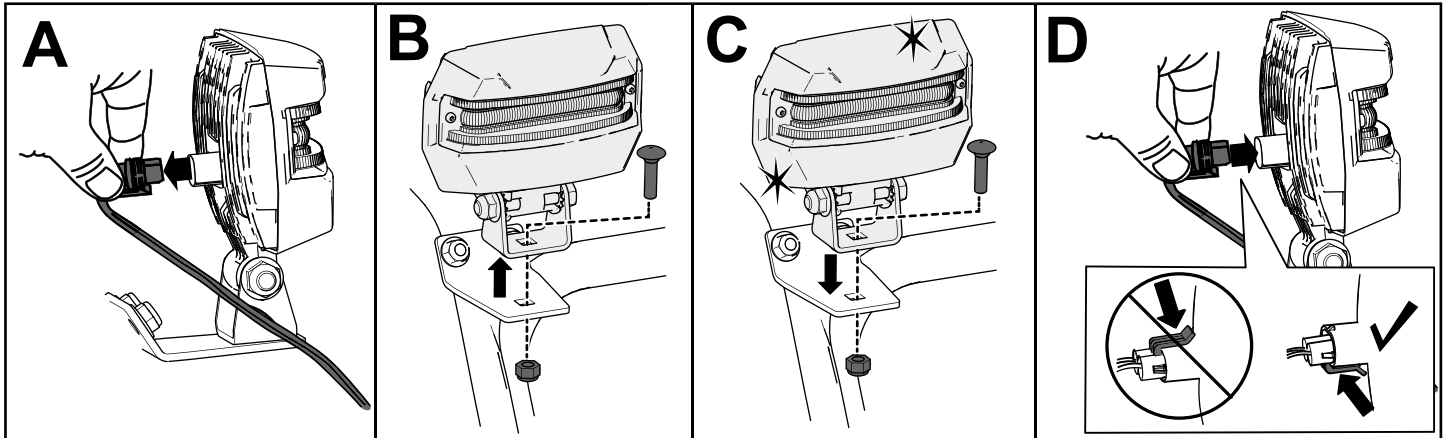

Figura 38
1. Retire el cable del faro de la parte trasera del faro (Figura 38, A).
2. Retire el perno y la tuerca que sujetan el faro al soporte del faro, y luego retire el faro antiguo (Figura 38, B).
3. Sujete el faro nuevo al soporte del faro con el perno y la tuerca que retiró anteriormente (Figura 38, C).
4. Inserte el cable del faro directamente en la parte trasera del faro hasta que quede firmemente sujeto (Figura 38, D).